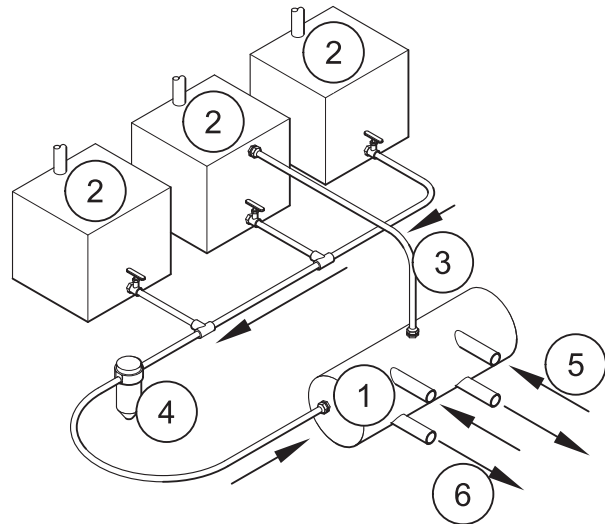

Figura 28
La figura 28 muestra un depósito colector (1), alimentado por todos los depósitos de almacenaje (2) y conectado a los sistemas de alimentación y retorno del motor, pero con un conducto de ventilación (3) llevado hasta cualquier depósito que resulte conveniente y conectado en el punto más alto. Los conductos de combustible (5) deben salir de la parte inferior del depósito colector y los retornos de combustible (6) de la parte superior.